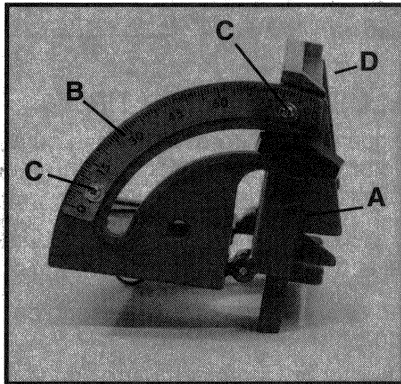

Fig. 5
La guía inclinadora tiene una escala graduable (B), Fig. 5. Esta escala sale de la fábrica ya ajustada para el ángulo apropiado. Si es necesario volver a ajustarla, haga lo siguiente:
3. Afloje los dos tornillos (C) Fig. 5 y deslice la escala (B) Fig. 5 para alinear la línea de "O" de la escala con el índice (D) Fig. 5. Apriete los dos tornillos.